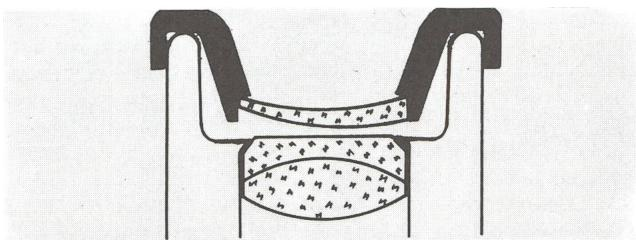

Abb. 2: Vorschlag für Aufsteckfassung eines Korrekturprismas.
Wenn man bei einem eigenen Instrument einen Fehler feststellt, dessen Behebung sich lohnt, so ist es das einfachste, sich vom Optiker eine Rundscheibe von gleichem Durchmesser wie die Okularlinse aus dem Prismenglas ausschneiden zu lassen und diese in eine über das Okular stülpbare drehbare Fassung einzukitten (Abb. 2). Bei drehbaren Okularen bleibt allerdings die Justierung nur solange richtig als deren Dioptrie-Einstellung nicht verändert wird.
Die Projektoren werden mit Vorteil übereinander aufgestellt, wie dies Abb. 2 zeigt. Vor jedes Objektiv setzen wir eine Polarisationsfolie in den Strahlengang. Die Polarisationrichtung muss diagonal (im Winkel von 45 Grad zur Horizontalen) verlaufen, aber von einem Filter zum andern um 90 Grad versetzt. Beide Bilder werden exakt aufeinander projiziert (für die Toleranzen wird man sich etwa an das halten können, was im vorangehenden Artikel von der Feldstecher-Fabrikation geschrieben wird !). 4)
*Abb. 2: Aufstellung der Projektoren für die Stereo-Projektion. Die Polarisationsfilter sind in Karton gefasst und am Stativen so befestigt, dass sie im Strahlengang liegen. Die Projektoren sollten lichtstark sein und möglichst identische Objekte aufweisen. Hier Pradovit 2500 mit Teleobjektiv 200 mm.*